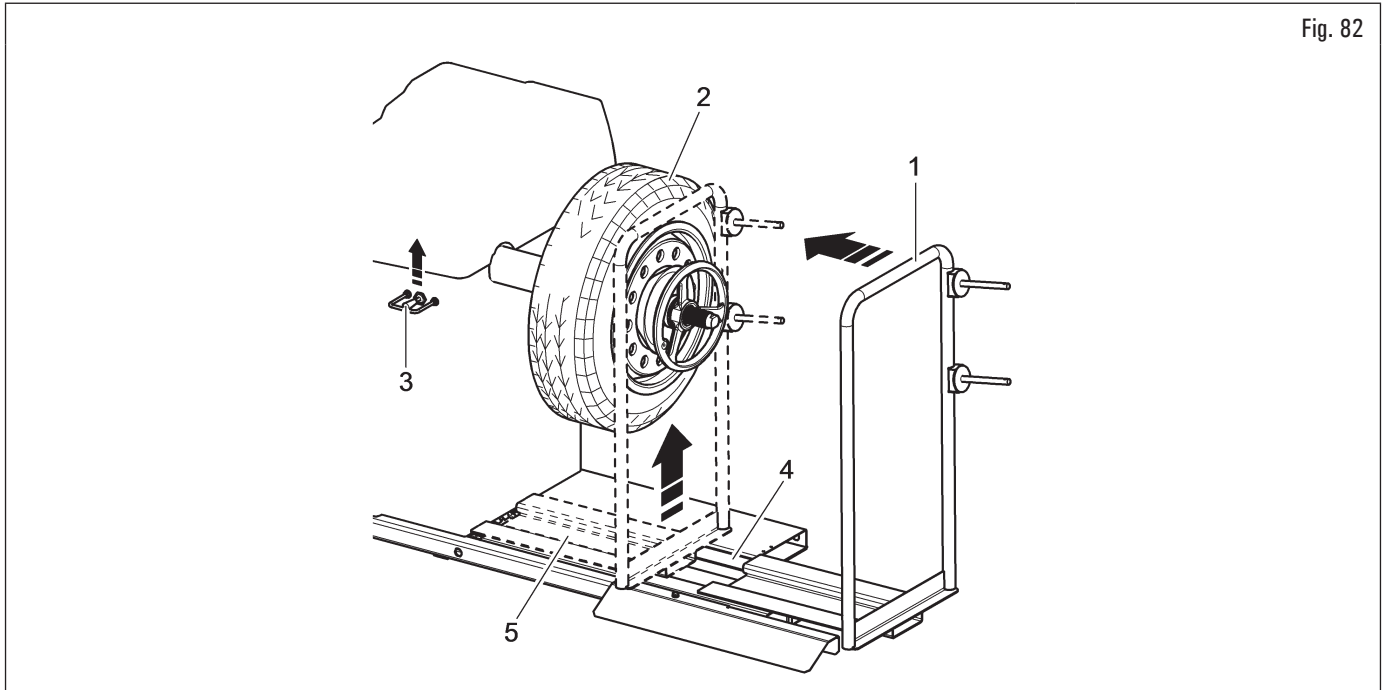

Fig. 82
1. Spostare verso sinistra l'appoggio ruota (Fig. 82 rif. 1) e portare il piano di appoggio ruota (Fig. 82 rif. 5) sotto allo pneumatico (Fig. 82 rif. 2);
2. alzare il comando del sollevatore (Fig. 82 rif. 3) e far salire la pedana (Fig. 82 rif. 4) fino a quando l'appoggio ruota (Fig. 82 rif. 5) entra in contatto con lo pneumatico (Fig. 82 rif. 2);